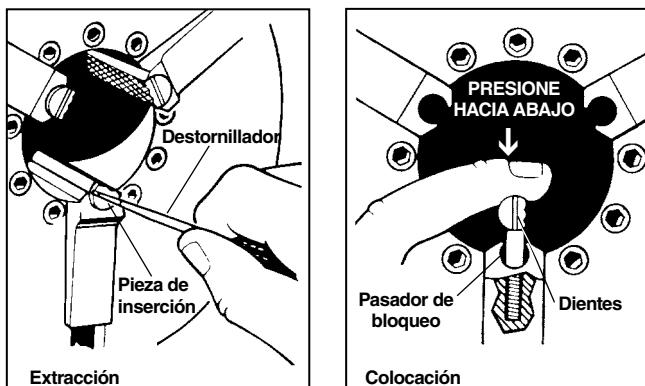

Figura 33 – Cambio de las piezas de inserción de la mordaza
1. Coloque un destornillador en la ranura de la pieza y gire 90 grados a izquierda o a derecha. Extraiga la pieza de inserción (*Figura 33*).
2. Coloque la pieza de inserción de lado sobre el pasador de bloqueo y presione hacia abajo lo más que pueda (Figura 33).